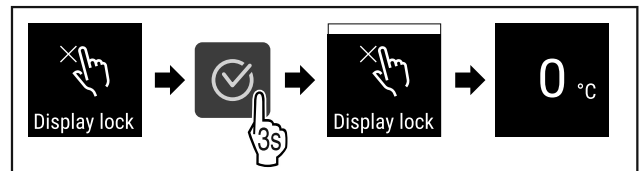

Fig. 67
- ▶ Izvedite zahtevane korake (glejte Fig. 67) .